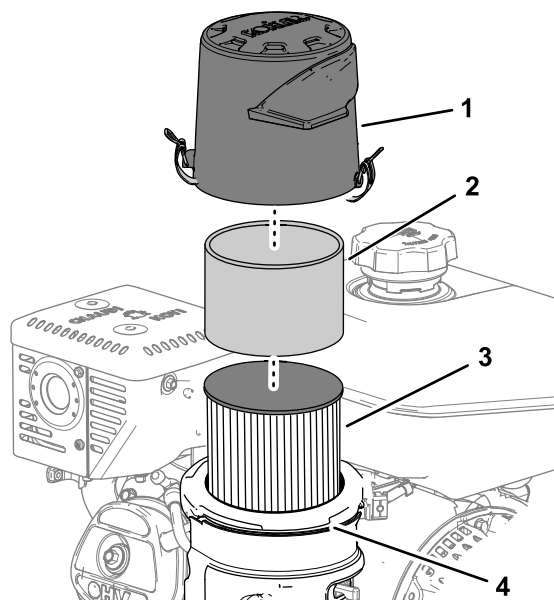

Figure 60
3. Déposez le couvercle et nettoyez-le soigneusement (Figure 60).
1. Sortez le préfiltre en mousse de l'élément en papier (Figure 60).
1. Déposez et examinez l'élément filtrant en papier (Figure 60); remplacez-le s'il est excessivement encrassé.
3. Installez le préfiltre en mousse sur l'élément en papier (Figure 60).
4. Montez le filtre à air sur sa base (Figure 60).